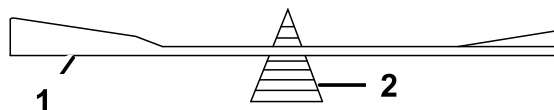

Figura 53
2. Verifique el equilibrio de la cuchilla colocándola sobre un equilibrador de cuchillas (Figura 53).